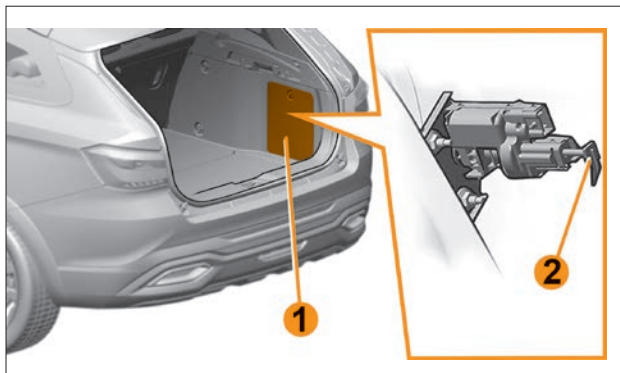

Рис. 5.18.3. Аварийный рычажок крышки лючка
**Для автомобилей Vesta SW/Vesta SW Cross:** доступ к аварийному рычажку можно получить через крышку **1** (рис. 5.18.3) обивки с правой стороны багажного отделения. В нише за обивкой будет доступен аварийный рычажок **2**, который нужно потянуть для разблокировки лючка наливной горловины топливного бака.